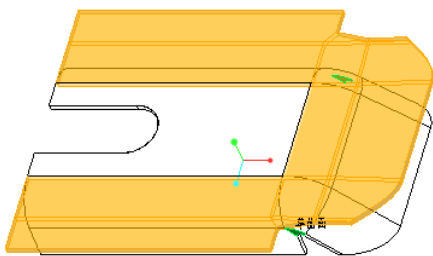

图 3-19 指定变形曲面时
(1) 在功能区“模型”选项卡的“折弯”组中单击  (展平) 按钮, 打开“展平”选项卡。
(2) 默认选中“展平”选项卡中的  (自动选择的参考) 按钮, 以自动选择所有弯曲的曲面或边, 并接受零件的默认固定几何参考。接着在“展平”选项卡中打开“变形”面板, 单击激活“变形曲面”收集器, 在钣金件中选择“分割区域 1”特征的一个外侧曲面, 按住〈Ctrl〉键的同时单击选择“分割区域 2”特征的一个外侧曲面, 此时预览如图 3-19 所示。